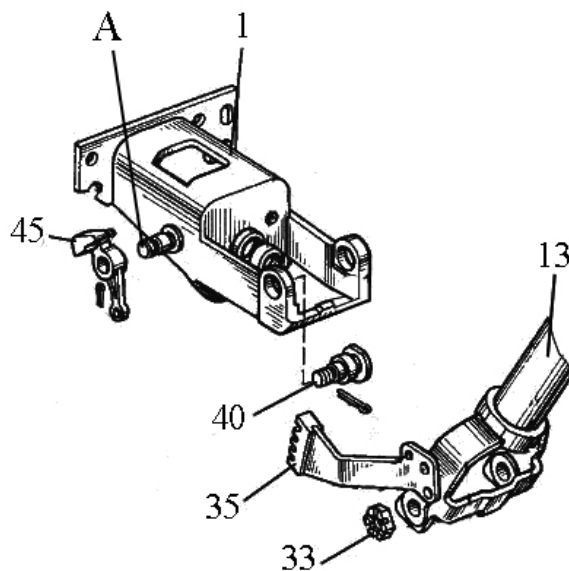

Рисунок 7.15
6) соедините вилку трубы 13, (рисунок 7.15), с кронштейном 1, выполнив следующие операции: